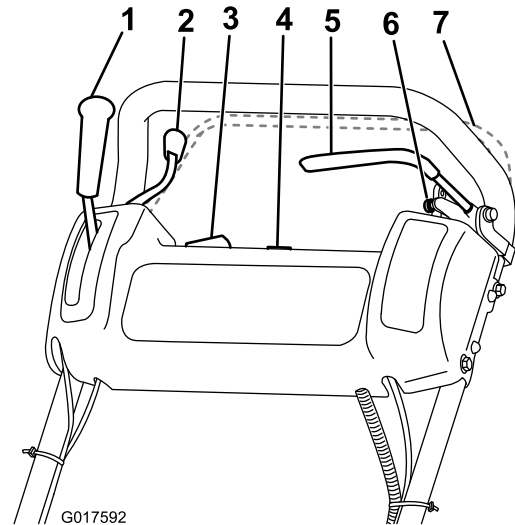

Рисунок 10
Органы управления дроссельной заслонкой (Рисунок 10) находятся на правой задней стороне пульта управления. Рычаг соединен и управляет рычажной системой дроссельной заслонки карбюратора. Сведения о частоте вращения двигателя см. в Технические характеристики \(страница 17\).
Рычаг включения привода тяги (Рисунок 10) находится на передней правой стороне пульта управления. Он имеет два положения: «НЕЙТРАЛЬ» (NEUTRAL) и «ПЕРЕДНИЙ ХОД» (FORWARD). При нажатии рычага вперед включается привод тяги.
Если средство контроля присутствия оператора предусмотрено (Рисунок 10), то оно находится позади ручки. Прижмите средство контроля присутствия оператора к ручке. Если средство контроля присутствия оператора предусмотрено, его необходимо включить перед перемещением рычага привода тяги, иначе двигатель заглохнет.
Двухпозиционный переключатель (Рисунок 10) находится наверху пульта управления. Переведите этот переключатель в положение «ВКЛ.» (ON), чтобы запустить двигатель, и в положение «ВЫКЛ.» (OFF), чтобы его заглушить.